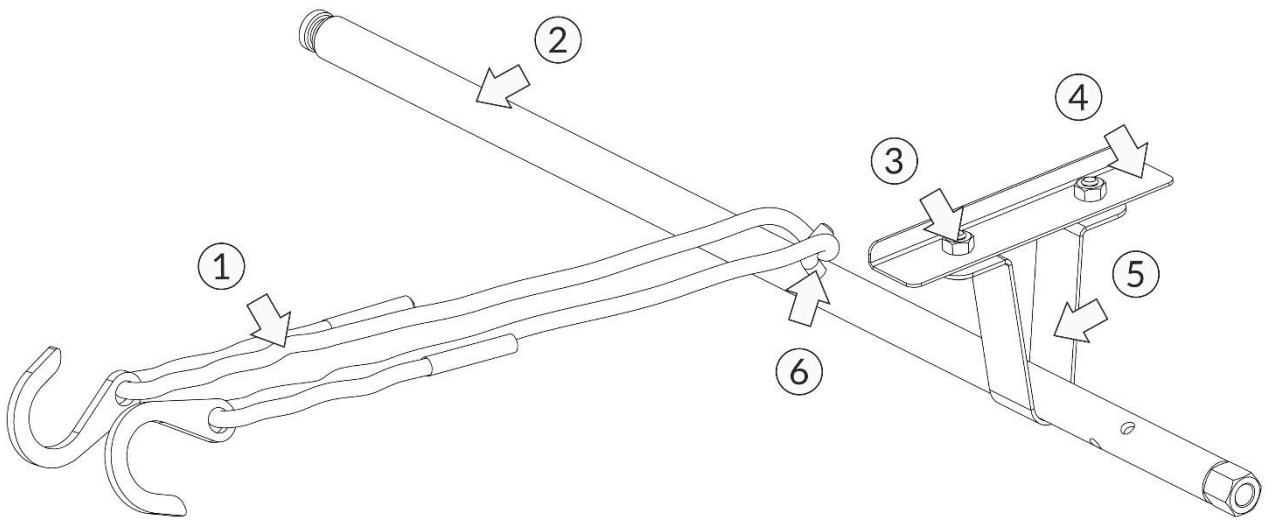

Рисунок 110 – Кронштейн в сборе.
- подготовить механизм для снятия колеса (рисунок 110);